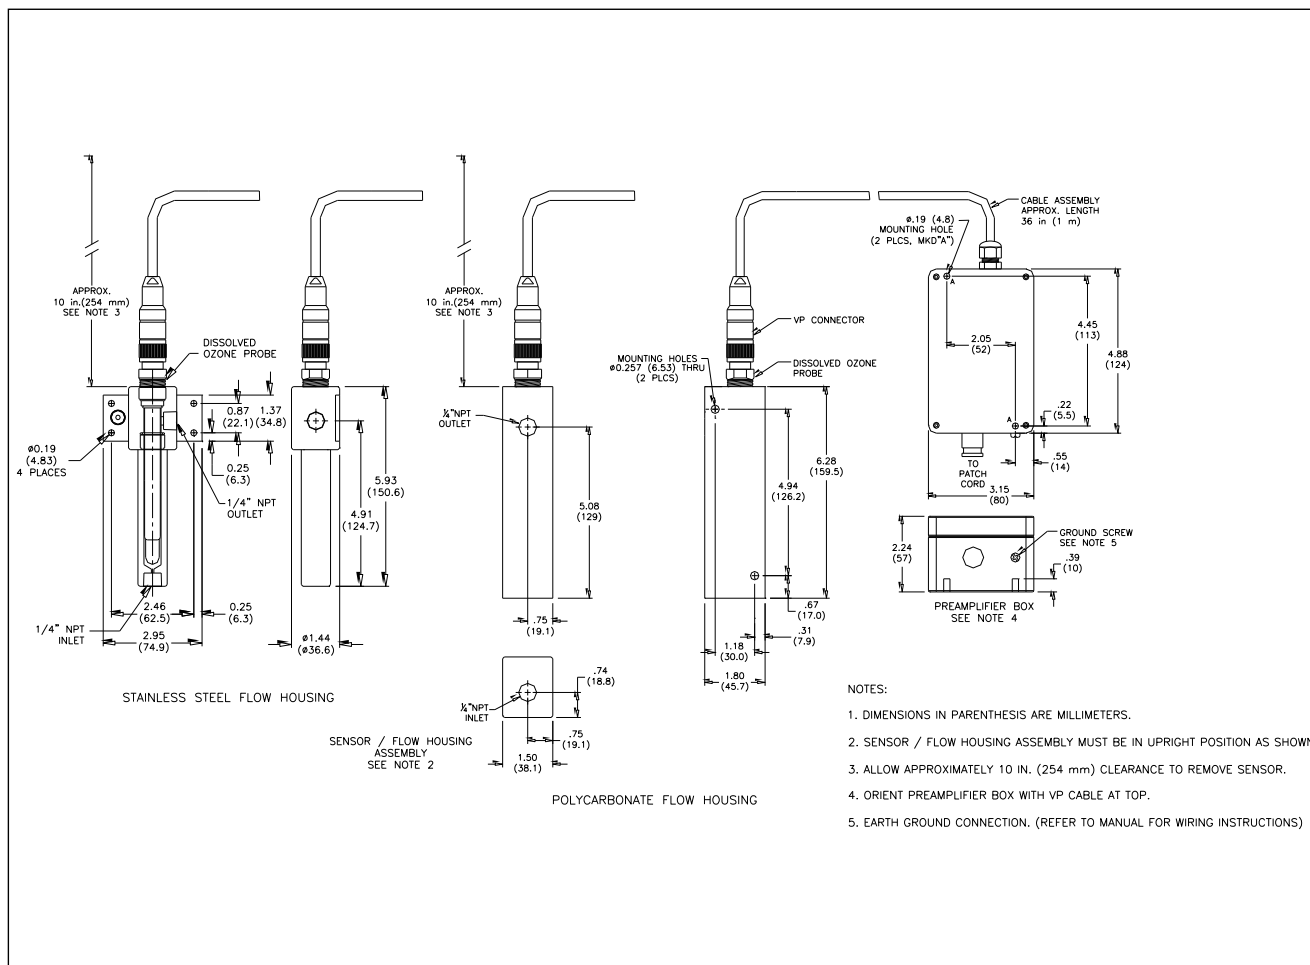

Abb. 1: Aufbau und Abmessungen von Sensoren für gelöstes Ozon
1. Durchflusskammer und Vorverstärker, sofern verwendet, mithilfe der Befestigungslöcher und anderer, der Montageplatte zugeordneten Hardware installieren. Platzieren Sie die Vorverstärkerbox so, dass der Ausgang des VP-Kabels nach oben ausgerichtet ist. Siehe Abbildung 1. Die Vorverstärkerbox erden, entweder mittels Befestigungsschrauben an einer geerdeten Platte oder eines vom Anwender gestellten Erdungsleiters mit Verbindung zu der Schraube angrenzend an den Steckkabelanschluss. Die Durchflusskammer unterhalb oder seitlich des Vorverstärkers positionieren, um eventuelles Tropfwasser dem Vorverstärker fern zu halten. Der Abstand zwischen Sensor und Vorverstärker muss weniger als 1 m Kabellänge betragen. Genügend Platz oberhalb des Sensors frei lassen, um diesen für die Kalibrierung bequem ausbauen zu können.